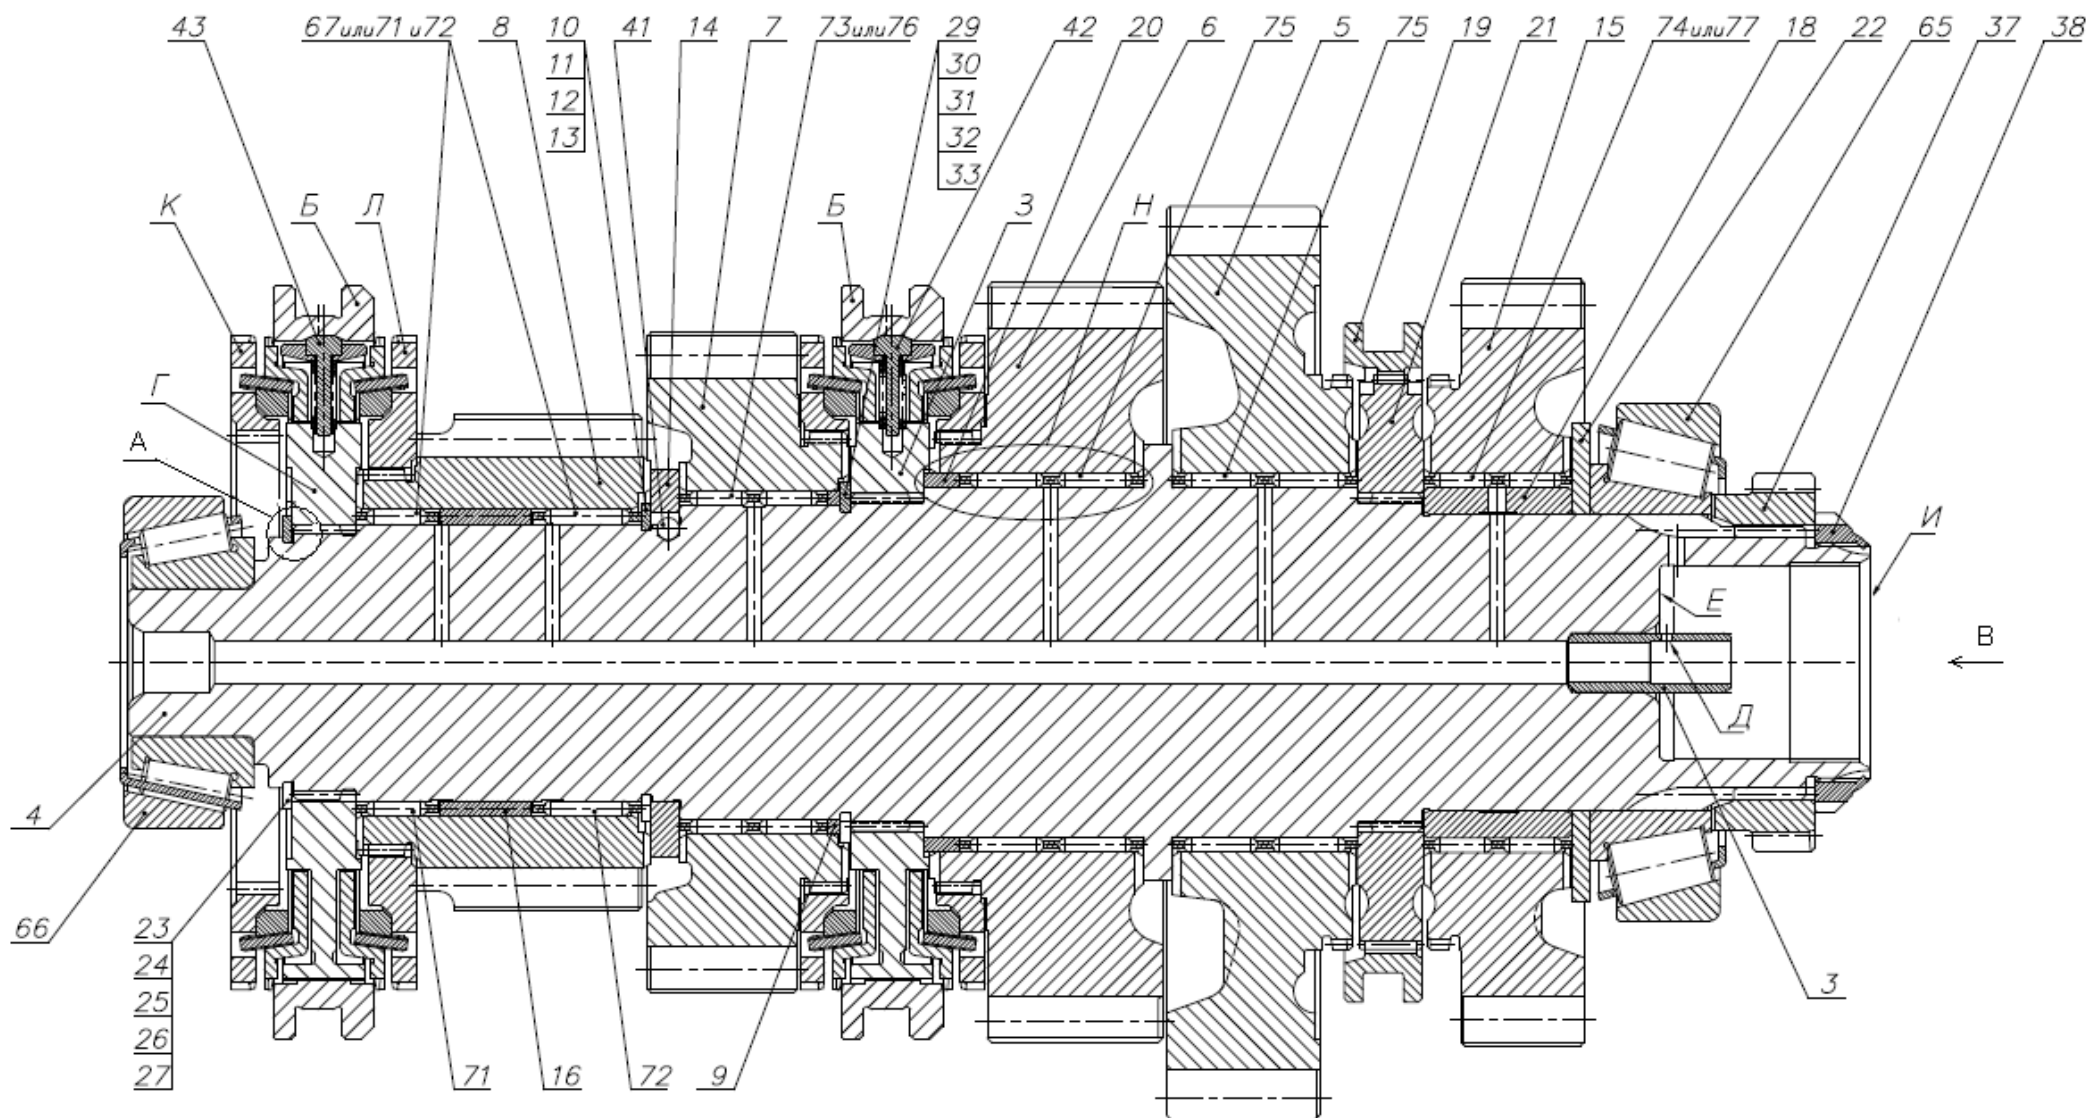

Рис. 1 Вал вторичный 1509.1701100
1. При перемещении детали Б (рис. 1) по всей длине зубчатого венца деталей Г и З заедание не допускается.
11. Деталь поз. 38 затянуть с $M_{кр}$ от 215,2 (22) до 245,2 (25) Н·м (кгс·м). Технические требования к затяжке по ОСТ 37.001.031-72. После затяжки кернить в двух местах до упора в пазы дет. поз. 4, как показано на виде В.